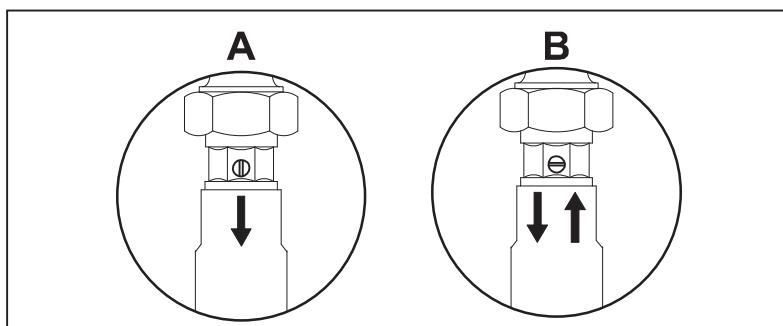
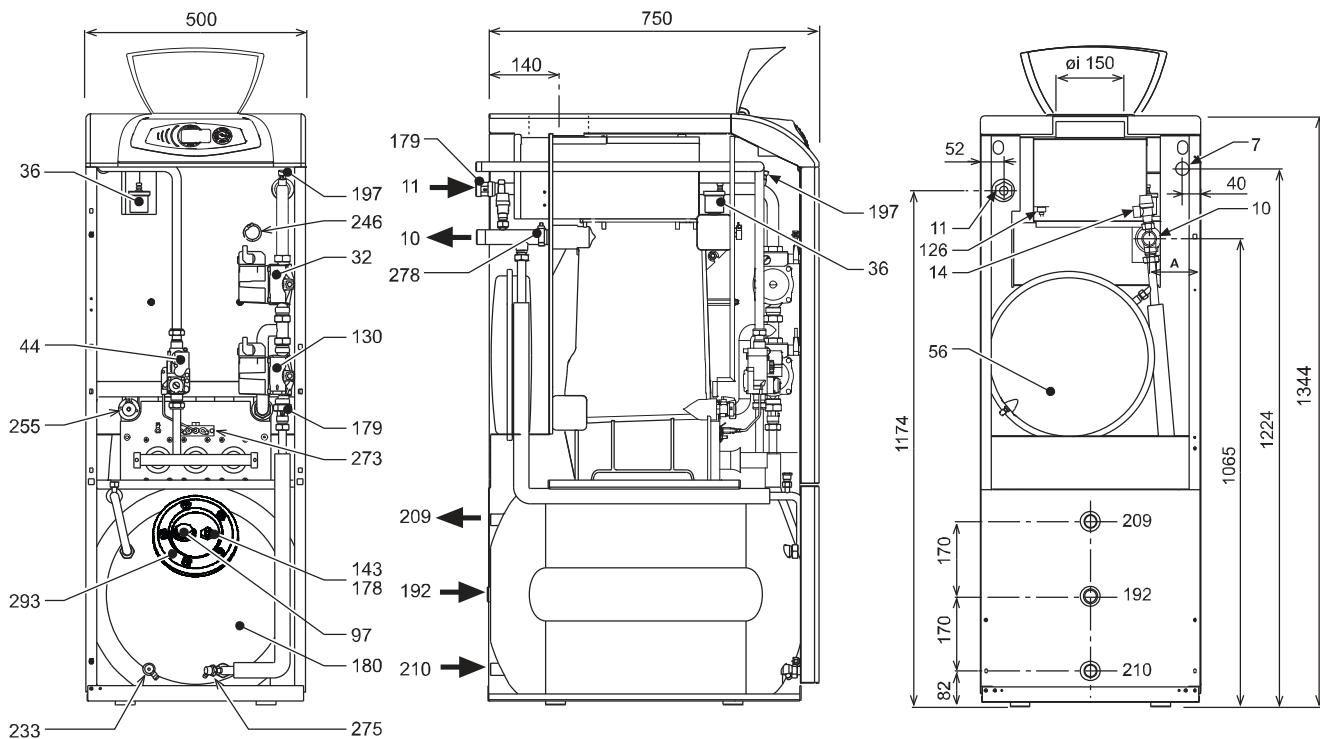

fig. 19
fig. 22
- Maak voor het aftappen van de boiler gebruik van de aftapkraan 233 van fig. 22, maar sluit eerst de vulkleppen van de waterleiding af; tap af via een van de punten voor warm waterdistributie (wastafel, douche e.d.).
- Maak voor het volledig aftappen van de verwarmingsinstallatie gebruik van de kraan 275fig. 22 in , maar ontgrendel eerst de afsluiters van de twee terugslagkleppen, detail 179 van fig. 22 (zie ook fig. 19). Tap af via de radiatorkraantjes . Controleer bij een verwarmingsketel die op de installatie is aangesloten via gebruikersafsluiters of deze volledig open staan. Wanneer de verwarmingsketel zich op een hoger gelegen punt dan de radiatoren bevindt, moet het gedeelte van de installatie waartoe deze behoren afzonderlijk afgetapt worden.
- Om alleen het water in de verwarmingsketel af te tappen, de afsluitkleppen sluiten en kraan (255 - fig. 22) helemaal openzetten. Deblokkeer vervolgens de afsluiters van de twee terugslagkleppen (179 - fig. 22). Tenslotte de kraan 197 van fig. 22) opendraaien.
Controleer alvorens de installatie opnieuw te vullen eerst of de aftapkraan en de radiatorkraantjes dicht zijn en vergrendel de afsluiters van de terugslagkleppen 179 van fig. 22.